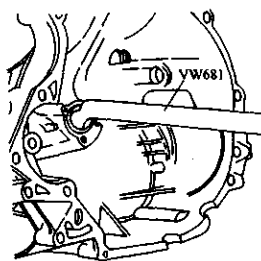

图 3-36 拆下输入
7) 拆下输入轴的油封，如图 3-36 所示。油封一经拆卸，就应更换。